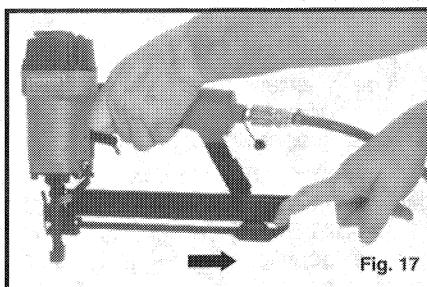

Fig. 17
- Tire (jale) el seguidor de grapas hasta la posición trasera (vea la Fig. 17) y permita que se enganche en la posición abierta.